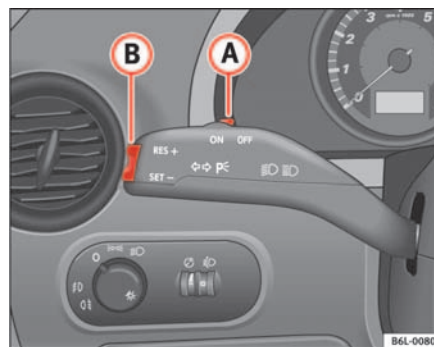

Abb. 100 Blinker- und Fernlichthebel: Schalter und Wippe für GRA
- Drücken Sie den oberen Teil der Wippe **RES+** ⇒ Abb. 100 (A), um die Geschwindigkeit zu erhöhen. Solange Sie die Wippe gedrückt halten, beschleunigt das Fahrzeug. Sobald Sie die Wippe loslassen, wird die neue Geschwindigkeit gespeichert.
Wenn Sie die gespeicherte Geschwindigkeit durch Treten des Bremspedal verringern, ist die Regelung der gespeicherten Geschwindigkeit ausgeschaltet. Sie können durch einmaliges Drücken des oberen Teils der Wippe **RES+** ⇒ Seite 145, Abb. 100 **(A)** die Regelung wieder aufnehmen.